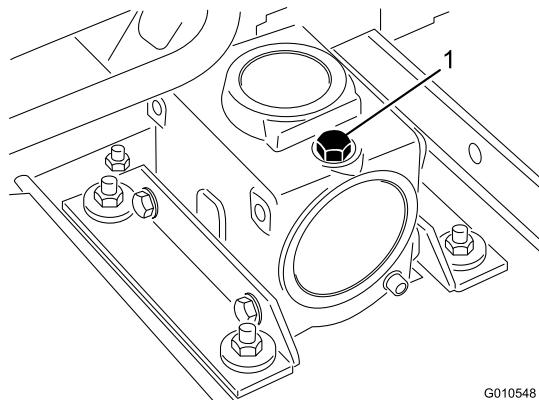

Figure 13
2. Retirez la jauge/le bouchon de remplissage du haut de la boîte d'engrenages (Figure 13) et vérifiez que le niveau de lubrifiant se situe entre les repères de la jauge. Si le niveau de lubrifiant est bas, ajoutez suffisamment de lubrifiant pour faire monter le niveau entre les repères.